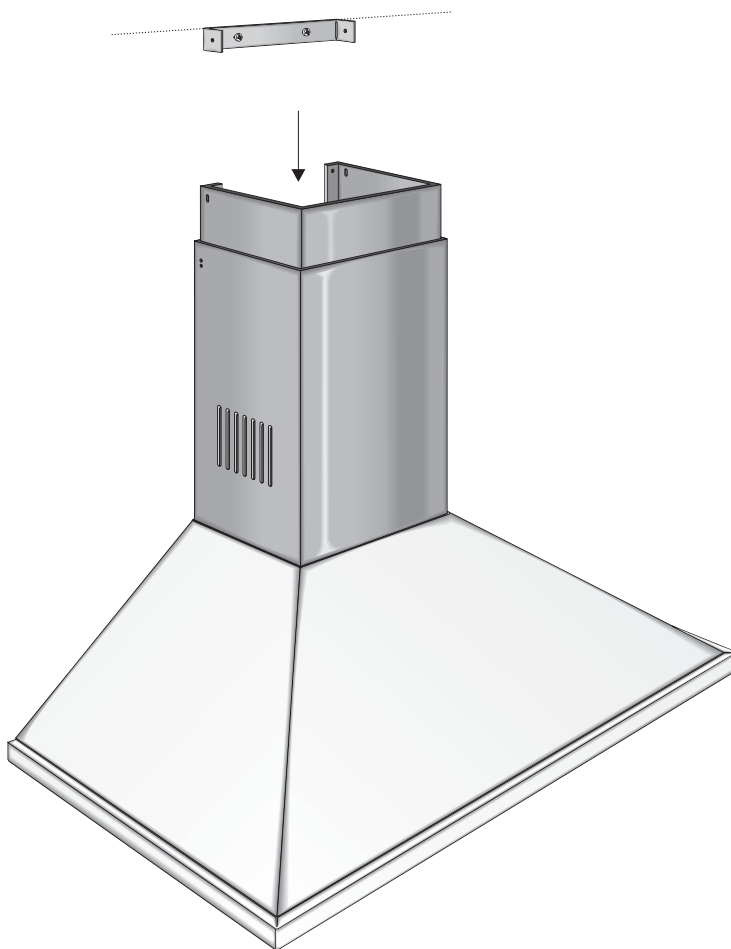

Fig.10
- Infilare il camino telescopico superiore all'interno del camino telescopico inferiore (Fig.10).
- Slide the upper telescopic stack inside the lower telescopic stack (Fig. 10).
- Enfiler la cheminée télescopique à l'intérieur de la cheminée télescopique inférieure (Fig. 10)